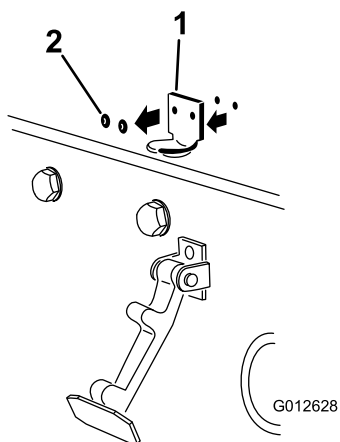

図 34
2. フードラッチブラケットをフードに固定しているリベット2本を外す **図 34**。